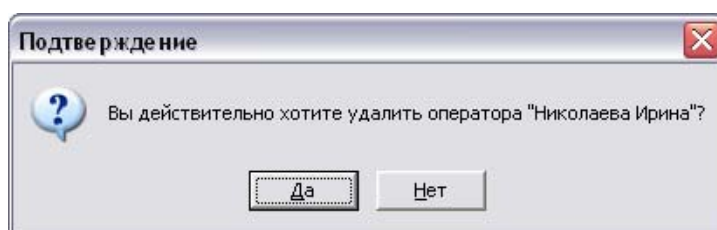

Рисунок 1.16
3. В открывшемся окне (рис.1.16) для подтверждения удаления нажмите на кнопку <Да>, для отмены – кнопку <Нет>.